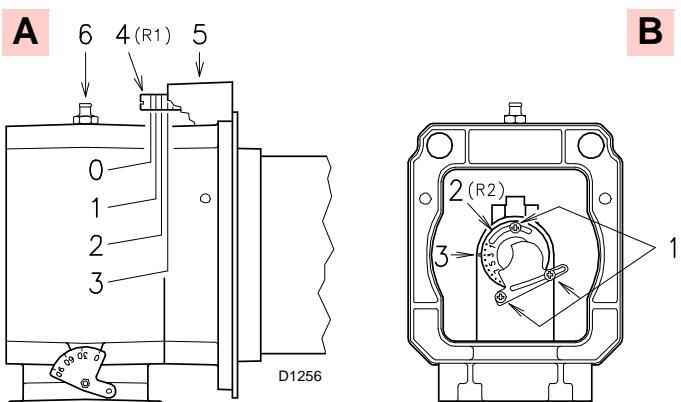

Fig. 16
En este punto de la instalación, el tubo de llama y el manguito se fijan a la caldera como se indica en A)(Fig. 16).
- la del aire R1 (A, Fig. 16)
- la del gas/aire R2 (B, Fig. 16)
Girar el tornillo 4)(Fig. 16) hasta que coincida la muesca encontrada con el plano delantero 5)(Fig. 16) de la brida.
Para facilitar la regulación, aflojar el tornillo 6)(Fig. 16), regular y después bloquear.
Aflojar los 3 tornillos 1)(Fig. 16) y girar la tuerca 2) hasta que coincida la muesca hallada con el índice 3). Bloquear los 3 tornillos 1).
El gráfico (Fig. 17) indica la regulación óptima para un tipo de calderas según la Fig. 4 en la pág. 12. Si la presión del gas lo permite, cerrando la tuerca 2) (Fig. 16) se puede reducir la formación de NOx.